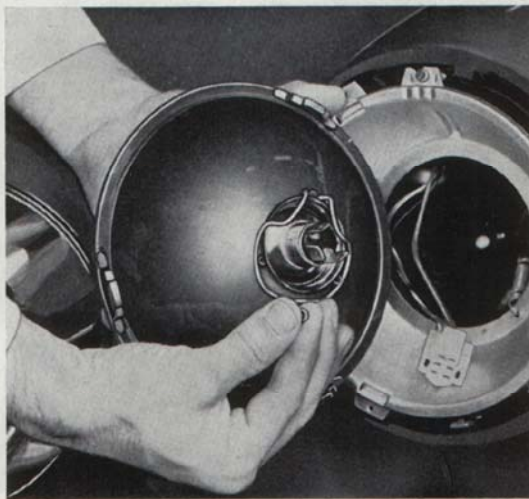

Bild 84. Demontering av lamphållare
2. Lyft bort fjädern som håller lamphållaren vid insatsen och lyft ut lamphållaren, bild 84, tag därefter bort den gamla glödlampen.